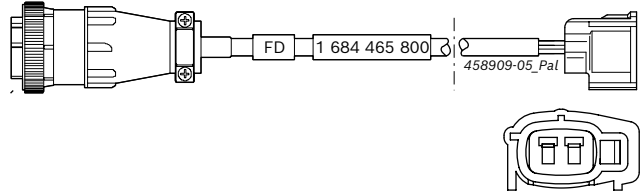

Afb. 4: Terugloopadapter 1 683 356 138
De terugloopadapter 1 683 356 138 (Afb. 4, pos. 1) verbindt de terugloop van Delphi CRI Piezo (Afb. 4, pos. 2) via de slangleiding 1 680 712 249 en via de slangleiding 1 680 712 289 met de testaansluiting voor terugloophoeveelheid op EPS 200 / EPS 205.
i Door indrukken van de lip (Afb. 4, pos. 3) wordt de terugloopadapter geborgd. Voor het losmaken de lip naar boven trekken en de terugloopadapter uit de terugloopaansluiting trekken.